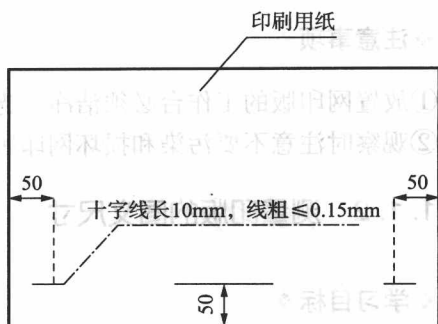

图 1-6 印刷用纸尺寸的大小
(2) 测量印版图文尺寸的重要性
①印版的图文的尺寸决定所使用承印物的尺寸的大小，为了满足印刷图文的要求，又节约承印物，降低生产成本，一般裁切承印物的尺寸参考图 1-6。